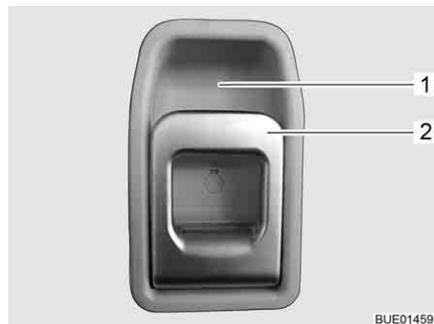

Fig. 28 Cerradura de la puerta de entrada, en el interior
- Tirar del tirador (Fig. 28,2). Se desbloqueó la cerradura de la puerta.
- Presionar la parte superior del tirador (Fig. 28,2) hacia el alojamiento del tirador (Fig. 28,1).